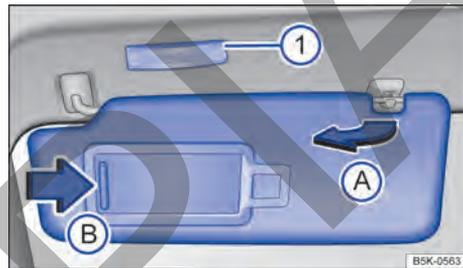

Fig. 78 En el revestimiento interior de la parte delantera del techo: parasol.
- Se pueden extraer del soporte y girar hacia las puertas → fig. 78 (A).
En la parte posterior del parasol hay un espejo de cortesía provisto de una tapa. Al desplazar la tapa → fig. 78 (B), se enciende la luz ⓘ.